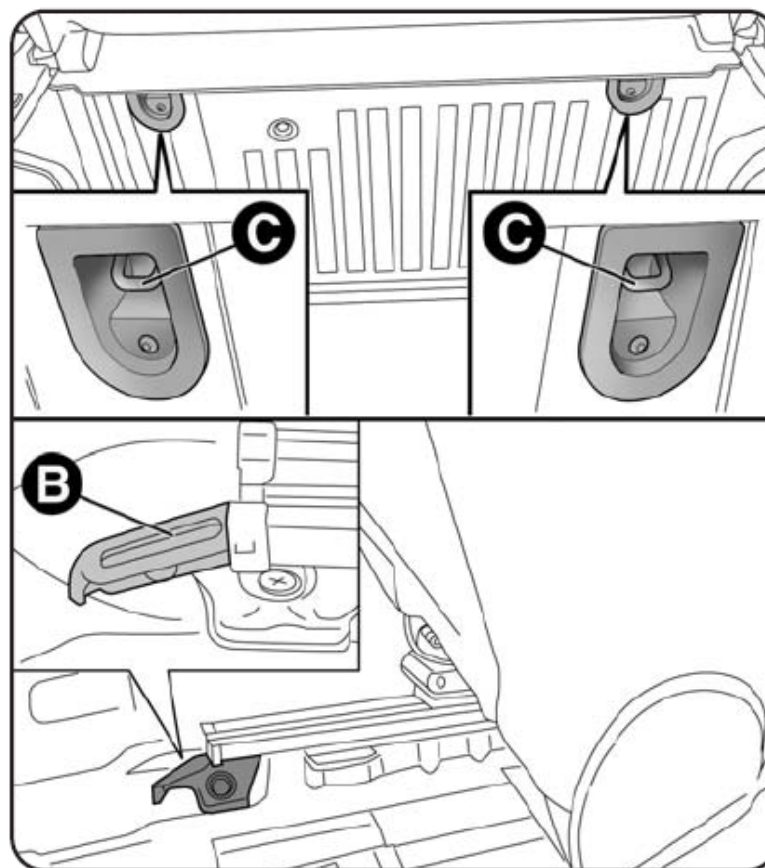

Рис.14
□ Для переднего сиденья со стороны пассажира; установите верхний ремень (поставляемый вместе со стульчиком) и пристегните его к специальному креплению **B-рис.14**, расположенный в задней части рядом с салазками переднего сиденья;
□ Для заднего сиденья; установите верхний ремень (поставляемый вместе со стульчиком) и пристегните его к специальным креплениям **C-рис.14**, расположенных в задней спинки сиденья.